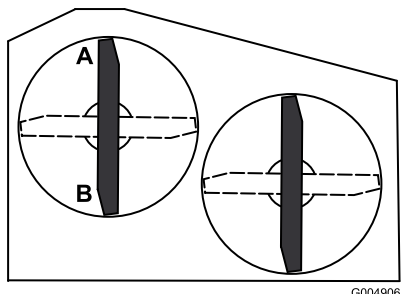

Figure 59
2. Tournez une lame dans le sens longitudinal. Mesurez la distance aux points **A** et **B** entre une surface plane et le bord coupant des pointes des lames (Figure 59).
4. Tournez les lames dans le sens longitudinal. Mesurez la distance aux points **C** et **D** (Figure 59) entre une surface plane et le bord coupant des lames.